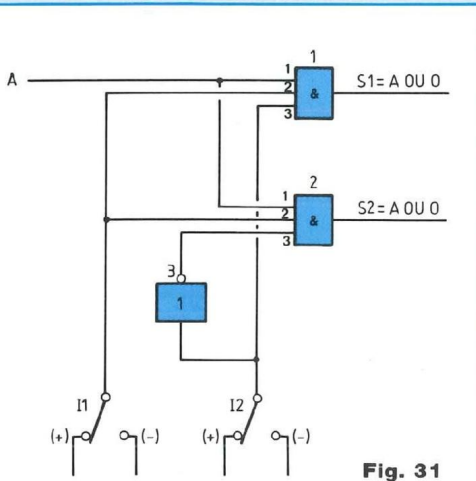

Fig. 31
Si vous le voulez bien, reportons-nous maintenant au schéma de montage que nous présente la figure 31 ! Vous notez que nous mettons ici en œuvre deux portes ET à trois entrées, les portes (1) et (2), ainsi qu'une porte inverseuse, la porte (3). Le montage comporte deux inverseurs, I (1) et I (2).